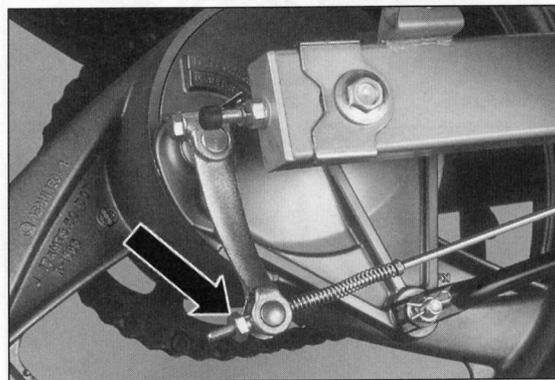

Bild 57
- Leerweg mit Einstellmutter am Bremsgestänge einstellen (Bild 57).